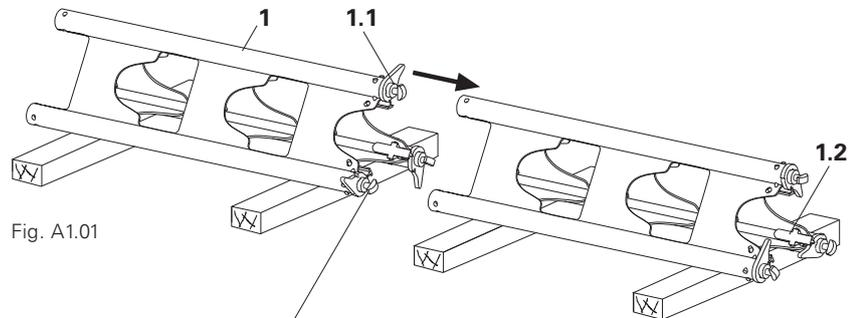

Fig. A1.01
1. Poser les éléments d'étais (1) sur des madriers. Les verrous (1.1) sont dégagés. (Fig. A1.01)